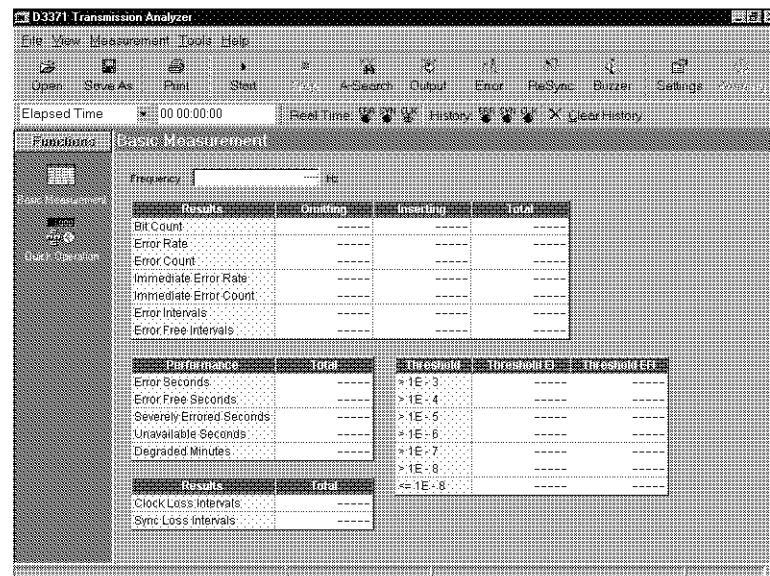

図 1-13 測定初期画面
その後、システム起動時の画面と、図 1-13 の測定初期画面が順に表示されます。測定初期画面が表示されない場合は、システムの異常が考えられますので、当社または代理店まで連絡して下さい。
1. 測定初期画面の内容は、前回の設定条件により、図 1-13 と異なる表示になることがあります。